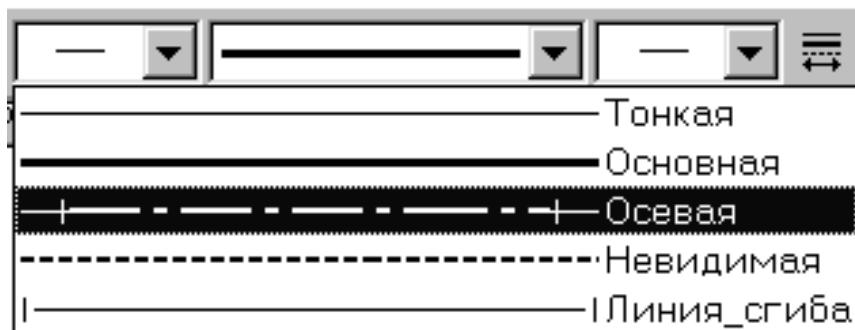

Рис. 1.5. Окно «Выбора типа линий»
2) Используя кнопку, расположенную на **Системной панели**, откройте окно основных типов линий (рис. 1.5), выберите тип «**Осевая**»; согласно чертежу, проведите осевую линию длиной примерно 20 мм, контролируя длину по «**Дополнительной координате**» в «**Строчке состояния**» (второй вариант – на инструментальной панели нажать на кнопку «Показать/Спрятать окно свойств» и указать в строке для L 20);